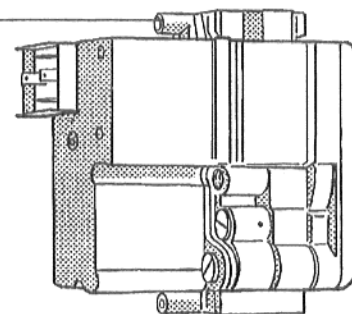
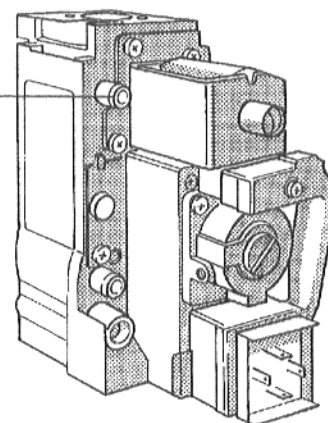

Рис. 19: Арматура газовой горелки "BM" 762-012
Рис. 20: Арматура газовой горелки "Honeywell" VR 4601
- Ослабить резьбовую пробку контрольного ниппеля давления подключения на арматуре газовой горелки (Рис. 19 или Рис. 20) на два оборота.